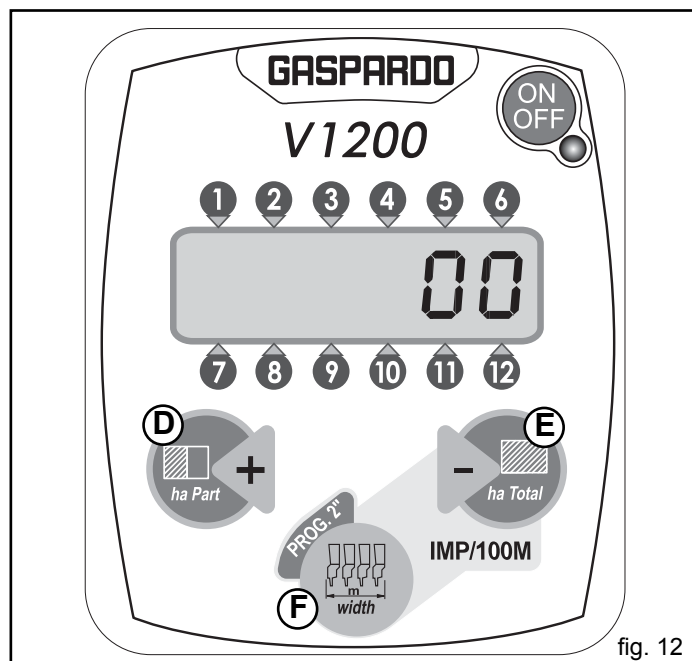

fig. 12
Når skærmen tændes, udfører den en test, som varer cirka 2 sekunder, hvor alle displayets segmenter og den akustiske alarm (summer) tændes. Når testen er afsluttet, vises arbejdstimerne i cirka 3 sekunder, og i dette tidsrum er det muligt at nulstille timerne ved at holde en hvilken som helst af tasterne (D) (E) (F) (Fig. 12) inde. Efterfølgende vises værdien for det delvise bearbejdede område på displayet. Nu er det muligt at få adgang til programmeringsfasen med de forskellige parametre eller visning af det totale bearbejdede område.